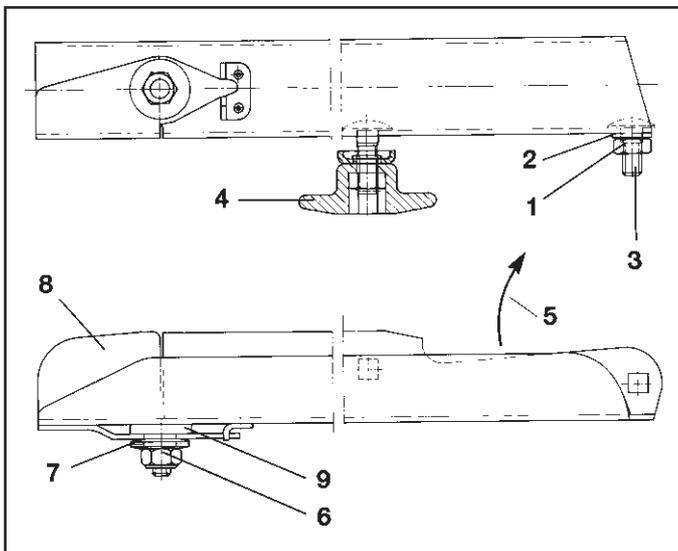

Fig. 9.3
- Desserrez l'écrou autobloquant (fig. 9.3/1)
- Retirez la rondelle (fig. 9.3/2) et la vis à tête ronde (fig. 9.3/3).
- Desserrez l'écrou à ailettes (fig. 9.3/4) et remplacez l'aube d'épandage.
- L'écrou autobloquant (fig. 9.3/1) doit être serré de telle manière que l'aube puisse être manoeuvrée manuellement.
Veillez au positionnement correct des aubes. La face ouverte du profil en U de l'aube doit être orientée dans le sens de rotation (fig. 9.3/5).
- Desserrez l'écrou autobloquant (laiton Cu Zn) (fig. 9.3/6) et retirez-le avec les rondelles élastiques (fig. 9.3/7).
- Remplacez l'extrémité de l'aube relevable (fig. 9.3/8).
Veillez au positionnement de la rondelle en plastique (fig. 9.3/9) entre l'aube d'épandage et l'extrémité de l'aube relevable.
- Les rondelles élastiques doivent être posées l'une sur l'autre en opposition (ne pas les empiler l'une dans l'autre). Serrez l'écrou autobloquant (fig. 9.3/6) à 6 - 7 Nm de manière à ce que le bout d'aube relevable puisse être encore relevé manuellement mais qu'il ne puisse pas se relever plus haut de lui-même en cours de travail.